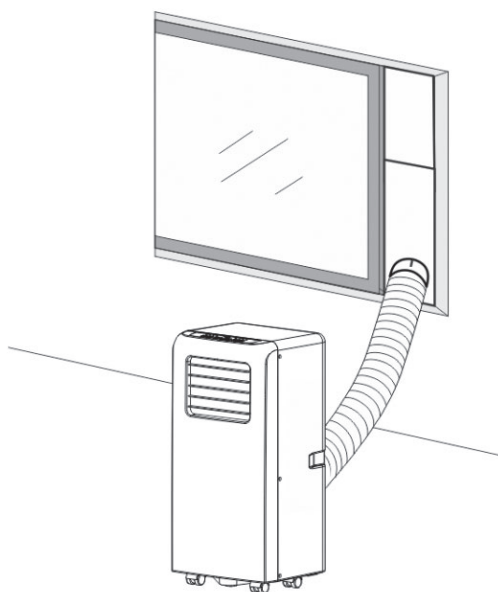
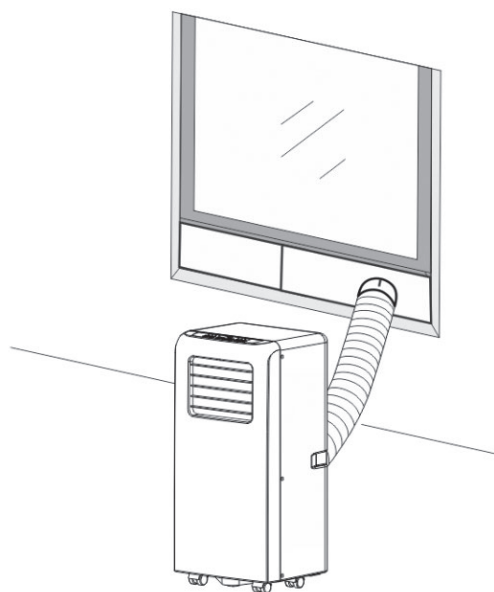

Fig. 2
Fig. 2a
2. Instale el tubo de evacuación como se muestra en las Fig.2 y Fig.2a, y ajuste bien la posición de la ventana.